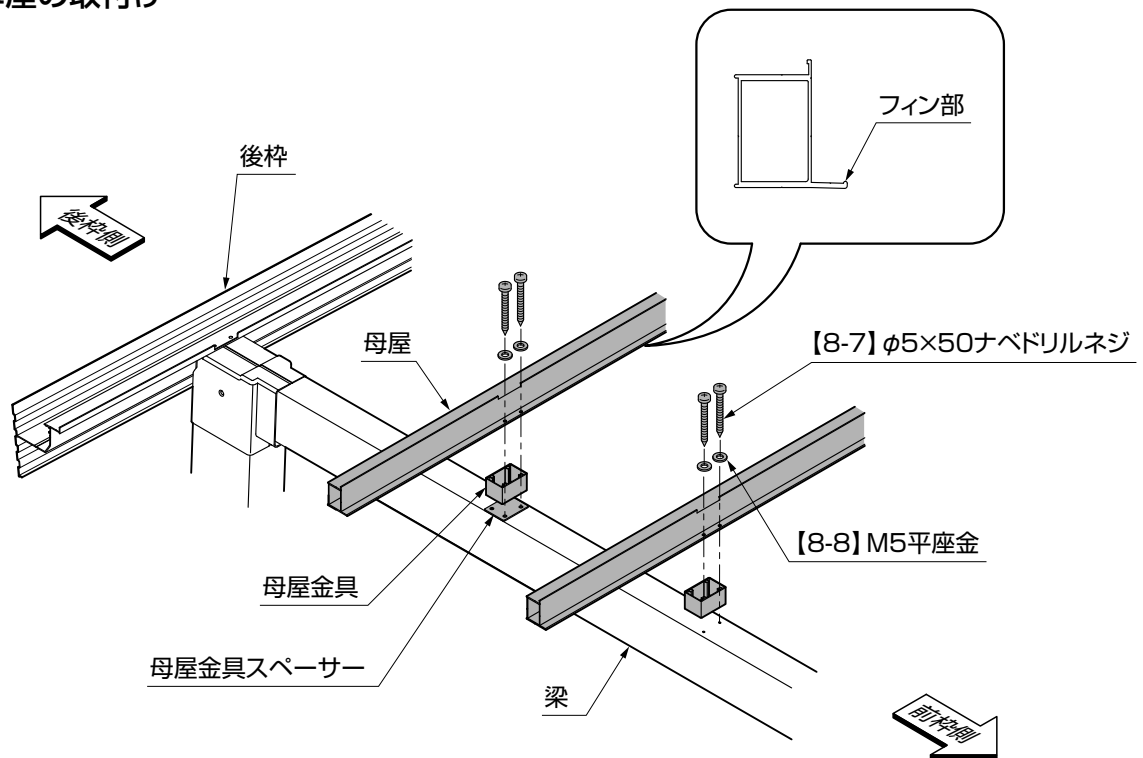

図4-3
- ①母屋のフィンを前柵側に向けてください。
- ②母屋と梁の間に母屋金具を入れて【8-7】、【8-8】で取付けてください。(図4-3参照)
- ③後柵側の母屋を取付けるときは、梁と母屋金具の間に母屋金具スペーサーを入れ、【8-7】、【8-8】で取付けてください。